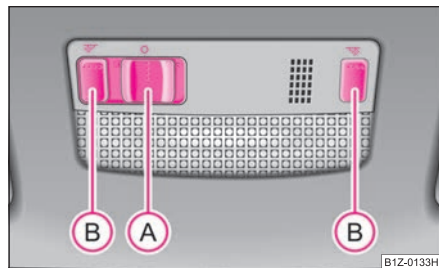

Fig. 46 Detalle del revestimiento interior del techo: luces del habitáculo delanteras
- Pulsar el conmutador **(A)** hacia la izquierda; aparecerá el símbolo  ⇒ fig. 46.